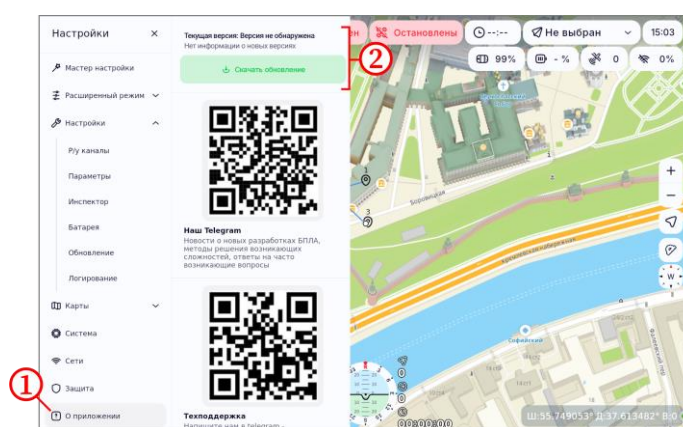

Рисунок 63
- перейти в раздел «О приложении» (рисунок 63, шаг 1);
- убедиться, что на экране раздела присутствует форма скачивания обновления (рисунок 63, шаг 2);